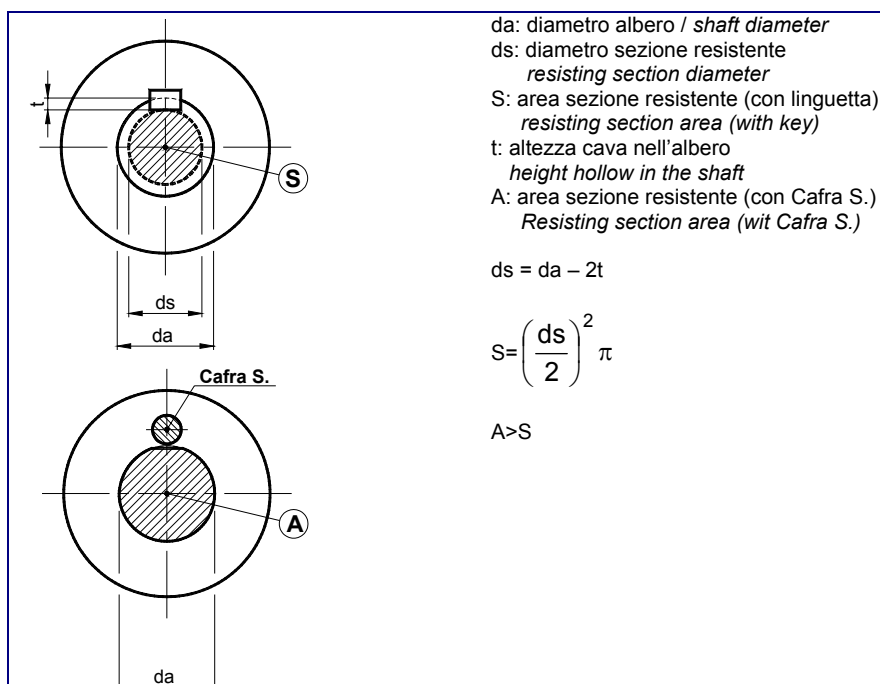

fig 2
- aumentano la sezione resistente degli alberi, eliminando i punti di inizio rottura (Fig.2).
- they increase the fatigue-resistant section of the shafts, cutting out the initial points of breakdown (Fig.2).